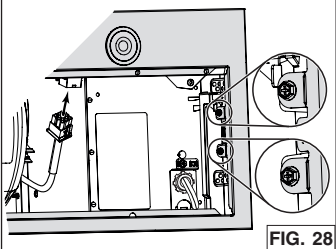

FIG. 28
6. Réinstaller le châssis sur la hotte et le fixer à la hotte à l'aide des 4 vis de retenue (deux par côté, encerclées dans la FIG. 28). Brancher le câble du ventilateur à son connecteur situé sur le châssis.